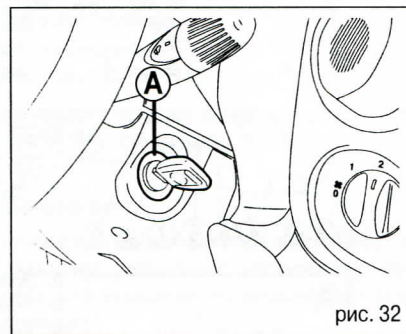

рис. 32
Ключ в замке зажигания может находиться в одном из четырех положений (см. рис. 32):
- **PARK**: зажигание выключено, включаются парковочные фонари, руль заблокирован. Ключ в этом положении не фиксируется. Для поворота ключа в это положение необходимо нажать кольцо (A) (см. рис. 32).